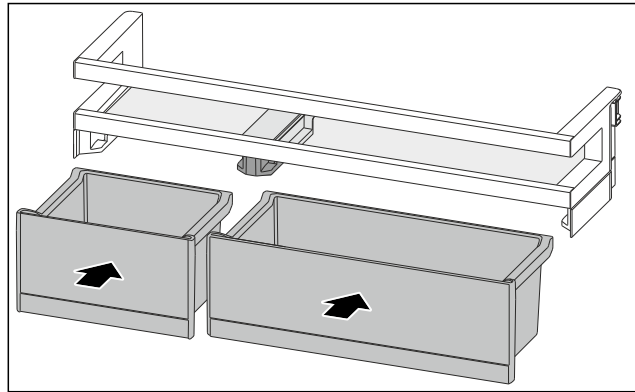

Fig. 89
- ▶ Установите ящики VarioBox, поменяв их расположение. (см. Fig. 89)